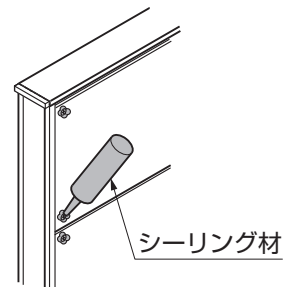

図12-4
- ② サイディングパネル取付ネジ頭にシーリングをしてください。(図12-4参照)